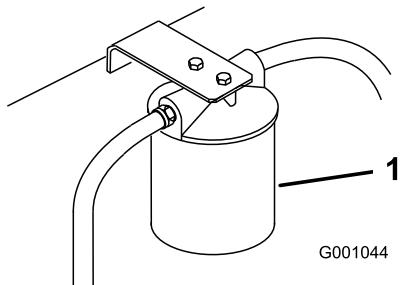

Figure 60
- Placez un bac de vidange sous le filtre, déposez le filtre usagé et essuyez la surface du joint de l'adaptateur (Figure 60).